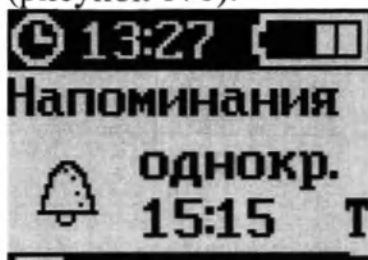

Рисунок 176 – Экран «НАПОМИНАНИЯ»
9. Нажать кнопку «ОК» (рисунок 176).